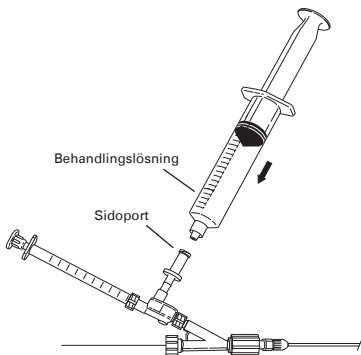

Fig. 7
9. För att starta processen för önskad administrering av behandlingslösning, avlägsna 20 ml-sprutan med hepariniserad saltlösning och lämna en lösningsmenisk i sidoportsbeslaget. Innan en annan vätskefylld spruta ansluts till sidoporten måste det kontrolleras att den är helt tömd på luftbubblor. Anslut en spruta fylld med behandlingslösning. (Fig. 7)